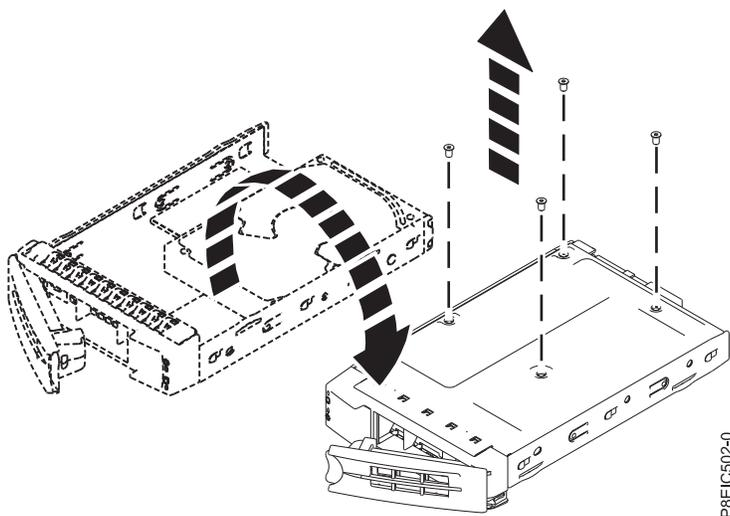

Figura 58. Removendo a unidade de 2,5 polegadas da bandeja
- Para uma unidade de 2,5 polegadas, vire a bandeja. Solte a unidade da parte inferior da bandeja removendo os quatro parafusos, conforme mostrado em Figura 58.